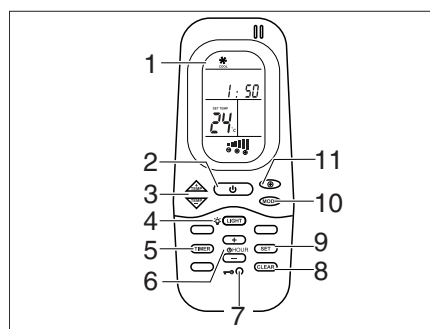
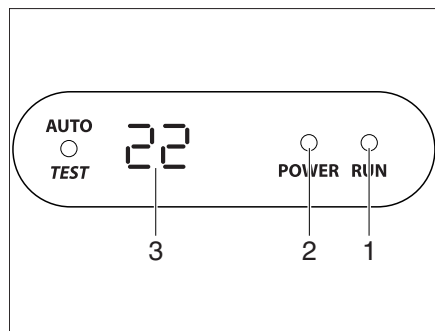

Fig. 122 Mando a distancia
Fig. 123 Pantalla en el difusor
La instalación de aire acondicionado está colocada en el techo del vehículo. El mando a distancia (Fig. 122) de la instalación de aire acondicionado está en la zona de la cocina.
- Conectar el vehículo a la alimentación de 230 V. La instalación de aire acondicionado está lista para el funcionamiento. El LED (Fig. 123,2) en la pantalla del difusor se ilumina de color rojo.
- Para la conexión, pulsar el interruptor ON/OFF (Fig. 122,2) en el mando a distancia. El LED (Fig. 123,1) se enciende en color verde cuando la instalación de aire acondicionado está funcionando en el modo de refrigeración. El LED (Fig. 123,1) se enciende en color rojo cuando la instalación de aire acondicionado está funcionando en el modo de calefacción.
- Ajustar con la tecla MODO (Fig. 122,10) el modo de funcionamiento deseado.
- Si es necesario, ajustar con la tecla (Fig. 122,11) el nivel deseado del ventilador y con las teclas (Fig. 122,3) la temperatura ambiente.
- Para la desconexión, volver a pulsar el interruptor ON/OFF (Fig. 122,2) en el mando a distancia.
- Para la programación, encender la instalación de aire acondicionado con el interruptor ON/OFF (Fig. 122,2) en el mando a distancia.
- Pulsar la tecla TIMER (Fig. 122,5). Se activa la indicación ON de la hora de inicio.
- Ajustar la hora con las teclas TEMP (+/-) (Fig. 122,3).
- Volver a pulsar la tecla TIMER (Fig. 122,5). Se activa la indicación OFF de la hora de inicio.
- Volver a pulsar la tecla TIMER (Fig. 122,5).
- Una vez finalizado el ajuste, pulsar la tecla SET (Fig. 122,9).
- Para borrar la programación del temporizador, pulsar la tecla CLEAR (Fig. 122,8).